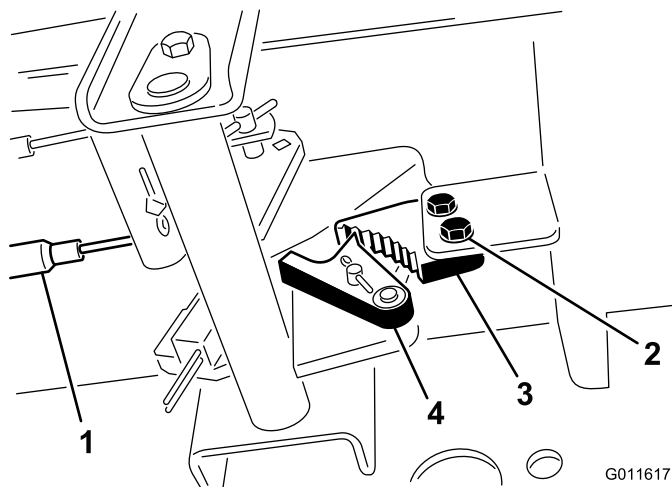

Bild 73
1. Lösen Sie die zwei Schrauben, mit denen die Sperre der Feststellbremse am Rahmen befestigt ist (Bild 73).
2. Drücken Sie das Pedal der Feststellbremse nach vorne, bis die Bremsenarretierung ganz an der Bremssperre greift (Bild 73).